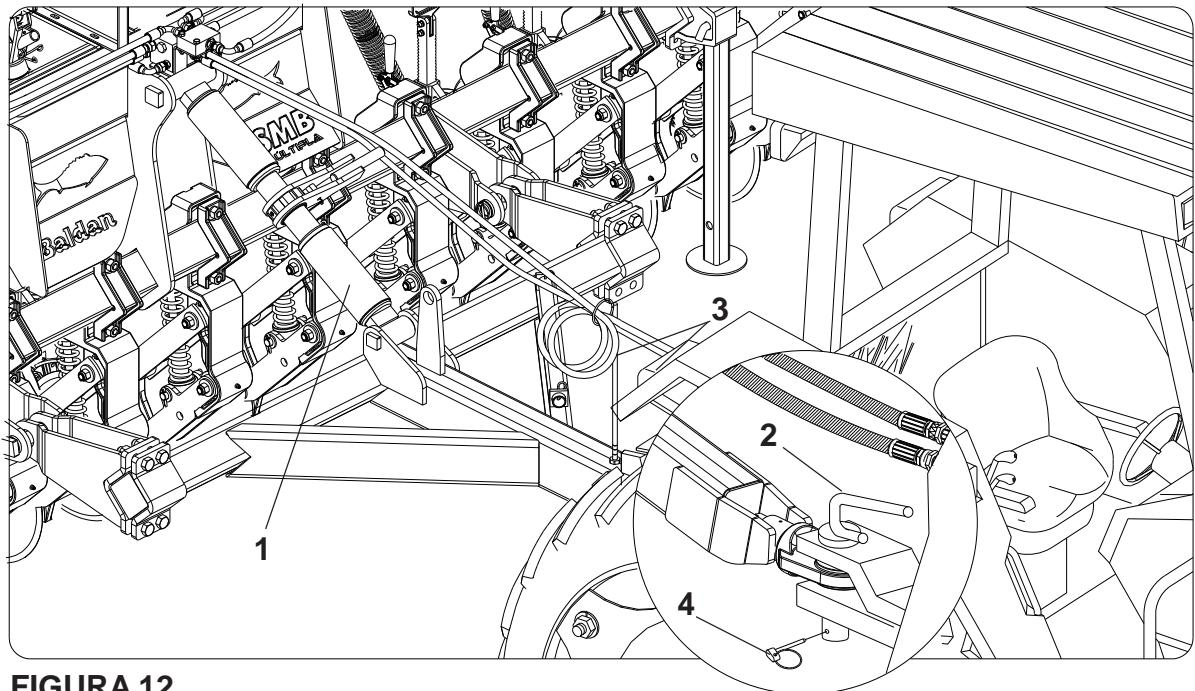

FIGURA 12
- 1 - Nivela o cabeçalho da semeadora em relação ao engate do trator através do regulador (1).
- 2 - Proceda o engate da semeadora ao trator através do pino de engate (2) coloque a trava (4). **Figura 12.**
- 4 - Acople as mangueiras (3) no engate rápido do trator.
- 7 - Com a semeadora abaixada, verifique se está nivelada em relação ao trator, caso contrário nivela-a através do regulador do cabeçalho (1), **FIGURA 12.**